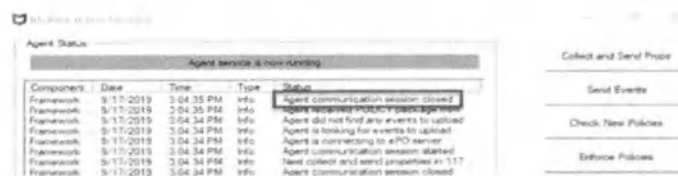

Рисунок 18. Список состояний агента
7. Дождитесь сообщения «Agent communication session closed» («Сессия связи агента закрыта») (от 1 до 2 минут) в списке состояний агента (Рисунок 18).